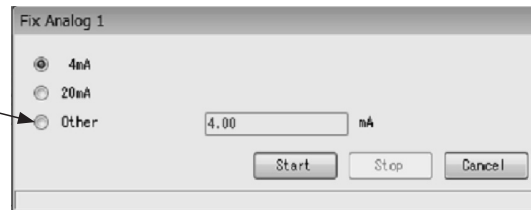
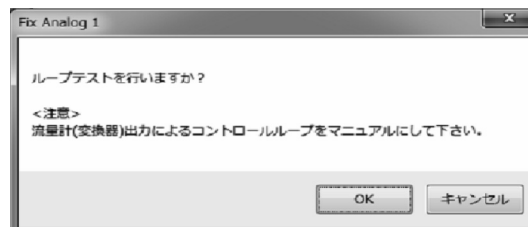

図122
図123
- ② 次のウィンドウ(図122)が表示されます。模擬出力値を選択し、「Start」ボタンをクリックしてください。なお、任意に電流値を決めて出力させる場合は「Other」を選択し、出力させるアナログ値を入力後「Start」ボタンをクリックしてください。
- ③ 「Start」ボタンをクリックすると、メッセージボックス(図123)が表示されます。「OK」ボタンをクリックすると、「Fix Analog」を開始します。「Cancel」ボタンをクリックすると、図122のウィンドウへ戻ります。
- ⑥ 「OK」ボタンをクリックすると、図122のウィンドウに戻りますので、「Cancel」ボタンをクリックし、「Fix Analog」を終了してください。